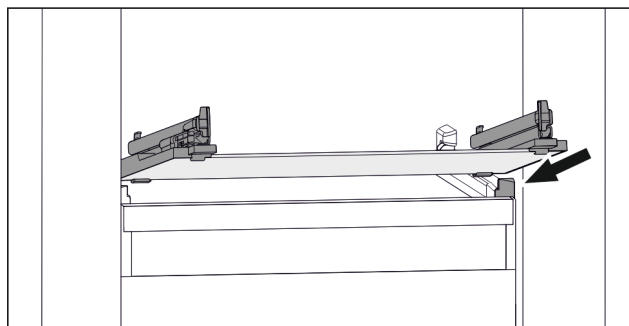

Fig. 112 Primjerni prikaz staklene ploče
- ▶ Stavite ladicu ukoso iza zaustavljača. (pogledajte Fig. 112)